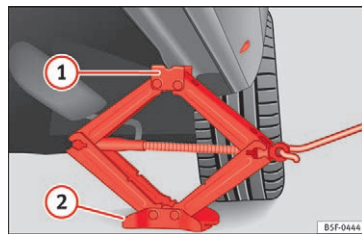

Fig. 74 Længdevange: påsætning af donkraft
- Sæt donkraften* under løftepunktet på dørpanelet, og drej den så højt op, at dens dorn **①** »» **Fig. 74** er lige neden løftepunktet.
- Stil donkraften*, således at dens dorn **①** får fat i kunststoffkanten på panelet, og den bevægelige bundplade **②** ligger plant på jorden. Bundpladen **②** skal være lodret under løftepunktet **①**.